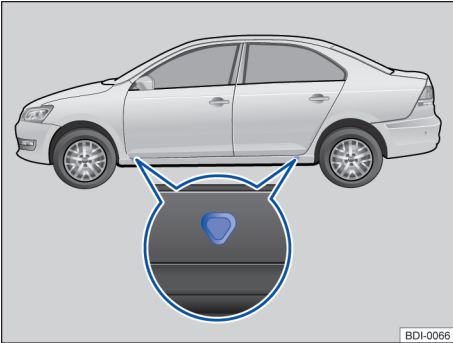

图 163 用于汽车千斤顶的支撑点
汽车千斤顶只允许放置在图示支撑点（车身上的标记）处⇒图 163。在每个车轮旁都有相应的支撑点⇒⚠。
5. 在车身底部下方找到靠近更换的车轮侧的千斤顶支撑点⇒图 163。